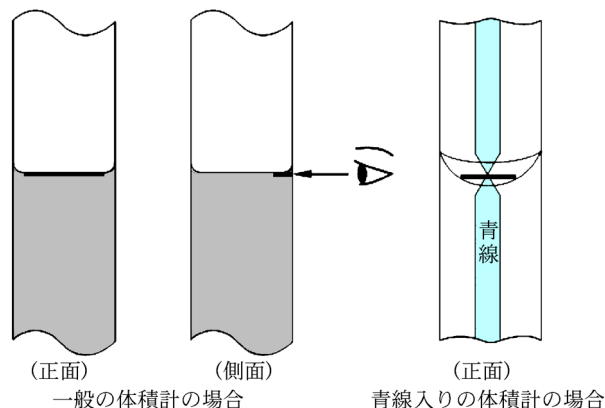
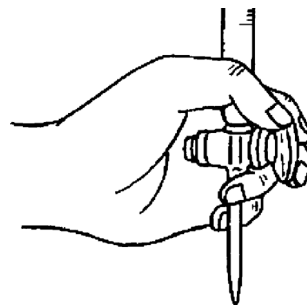

図1 標線の見方1)
図3 活栓の持ち方
- (1) 採取する液で共洗いを。液を吸い上げるときはピペットの先端が液面より2~3 cm程度下にあることを常に確認すること。
- (2) 液を標線の少し上まで吸い上げ、吸い上げボタンを離してから先端を液面から上げる。
- (3) ピペットをほぼ垂直に保ち、図1に従い標線とメニスカス（液面の曲線）の底部を合わせる。このときピペッターのボタンの押し間違えに注意すること。また容器の内壁にピペットの先端を軽く触れさせておくこと液の流れがスムーズになる。
- (4) 分取先の容器にピペットを移動し、先端を容器の内壁に軽く触れさせながら自然落下の速度で液を排出する。
- (5) ピペット内の液面の移動が止まり排出が終了したら、ピペッターの機能を使って先端の残液を押し出す。もしくはピペッターを外してピペットの上部を指で塞ぎ、球部を反対の手で温める。こうすることで内部の空気が暖められ膨張して残液を押し出すことができる。
滴定に欠かせない体積計が活栓付きビュレットである。活栓部分が磨りガラスの場合は潤滑剤で滑りをよくするが、塗りすぎると穴を塞いだりコンタミネーションの原因となるので注意が必要である。使用前には共洗いをしスタンドに垂直にセットする。液は漏斗などを用い目盛りゼロより少し上まで入れ、気泡が混入していないのを確認する。活栓は回す側だけを動かすと誤って引き抜いてしまう可能性があるため、図3のように持つとよい。目盛りの読みはホールピペットの標線の合わせ方と同様であるが、図1のように青線が入っているビュレットの場合は青線がくびれて見えるところに合わせる。また目盛りは最小目盛りの十分の一まで読む。新しく滴定をするときは、新たに液を供給し目盛りゼロに合わせてから行う。